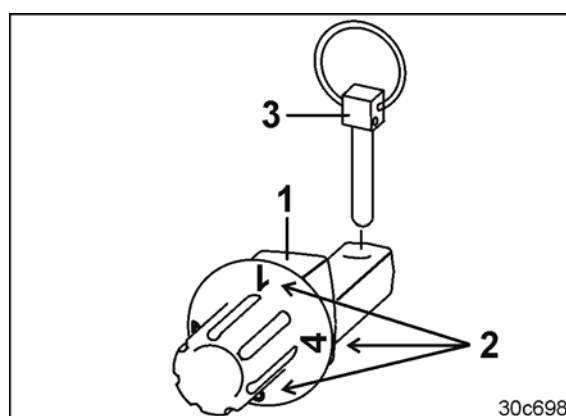

図 83
耕深制御ピンは、差し替えた後に必ずリンチピン (図 83/3) で固定してください。
7. 両方の調整ロッドをリンチピン（図 83/3）で固定します。
→ そのために、耕深制御ピンの辺（図 83/1）は長さが異なり、数字の 1 ~ 4 が記されています。
- サポートアーム（図 47/3）にある数字（図 83/2）が大きくなればなるほど増加します。